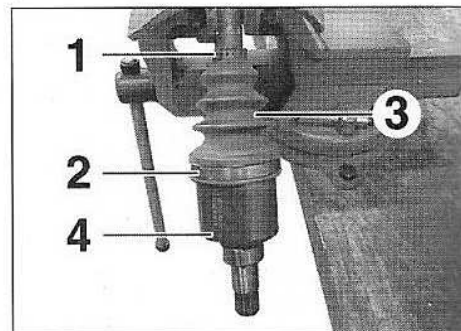

FIG.15
- Déposer les colliers de serrage (1) et (2) (Fig.15).
- Ecarter le soufflet de transmission (3).
- le boîtier tripode (4) verticalement,
- les colliers de serrage (1) et (2) (Fig.15),
- le boîtier tripode (4),
- le soufflet de transmission (3).